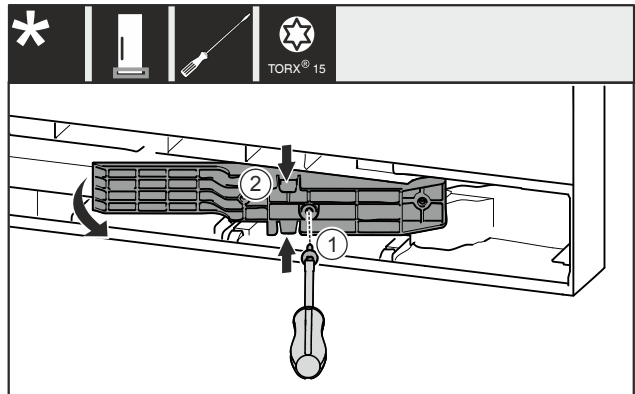

Fig. 12 *
- Schraube Fig. 12 (1) entfernen.*
- Adapterstück Fig. 12 (2) oben und unten leicht zusammendrücken und herausziehen.*